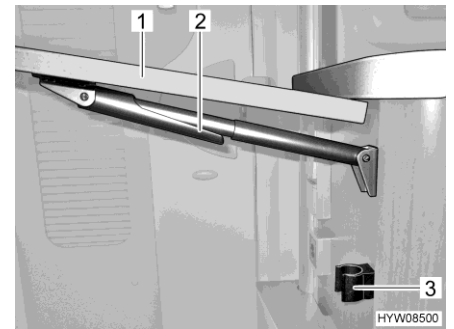

Fig. 94 Replier la table pliante / surface de travail
- Saisir la table pliante / surface de travail (Fig. 94,1) et la soulever légèrement. De l'autre main, faire basculer la fixation (Fig. 94,2) du support télescopique vers le bas.
- Faire basculer le plateau de table vers le bas jusqu'à ce que le support télescopique s'enclenche dans le support (Fig. 94,3).